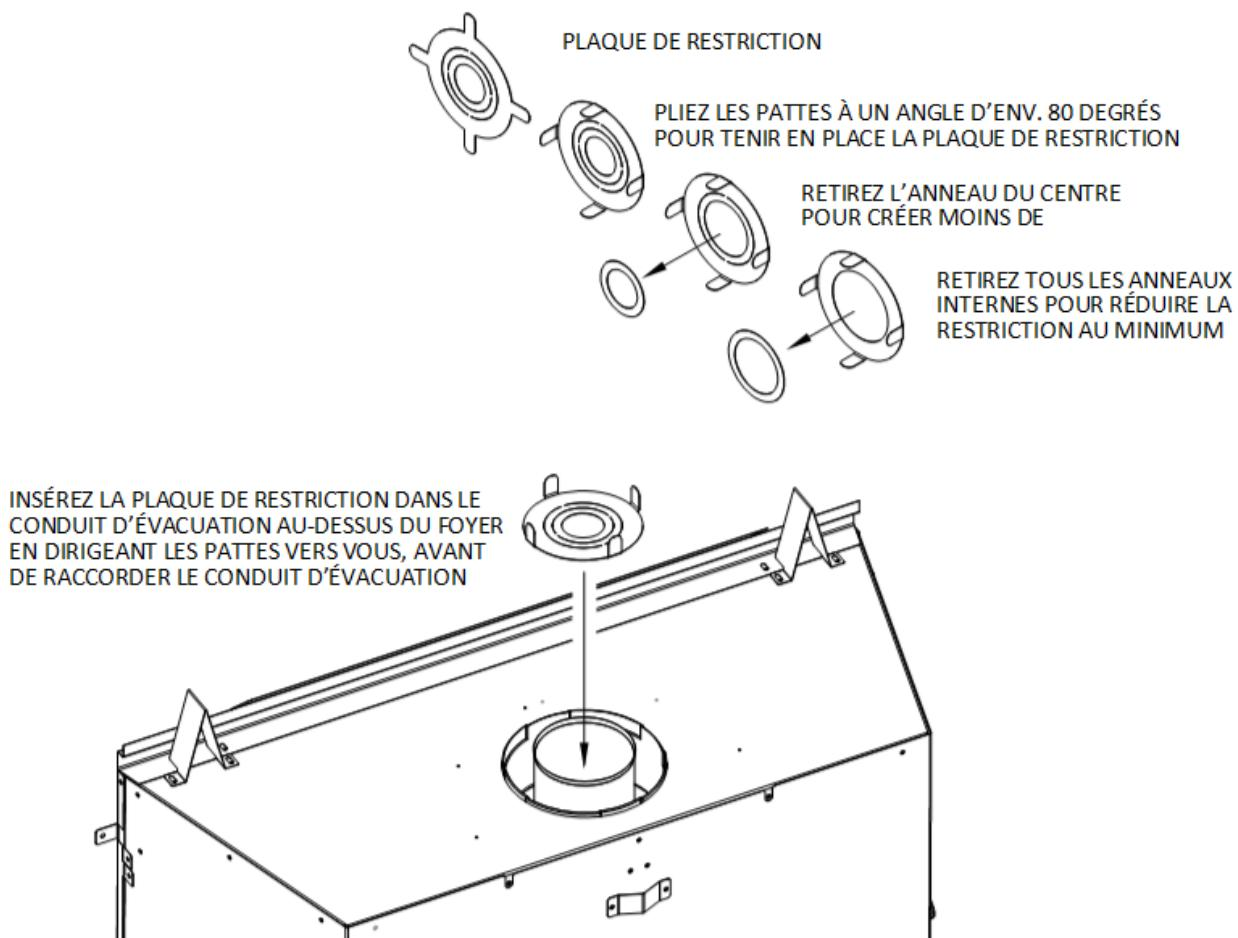

Figure 7.4 - Installation du restricteur
- La plaque de restriction est expédiée avec tous les anneaux intérieurs intacts et, une fois installée, elle offre la restriction d'évacuation la plus élevée. Les (2) anneaux préoccupés du centre peuvent être retirés. Pour créer moins de restriction, retirer seulement le premier anneau du centre; pour créer encore moins de restriction, retirer aussi le deuxième anneau du centre.
- Voir les instructions de la FIGURE 7.4 pour installer la plaque de restriction avant de raccorder le conduit d'évacuation, ou insérez-le par le déflecteur interne du foyer, si le conduit d'évacuation est déjà raccordé. Pour les recommandations d'ajustement d'évacuation par la plaque de restriction, voir la section 12.3.3, Restricteur d'évacuation (après installation).